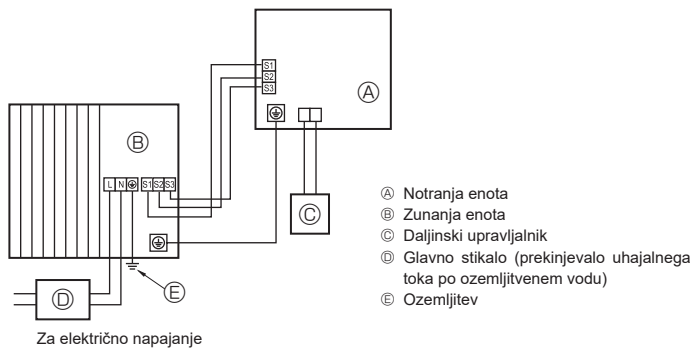
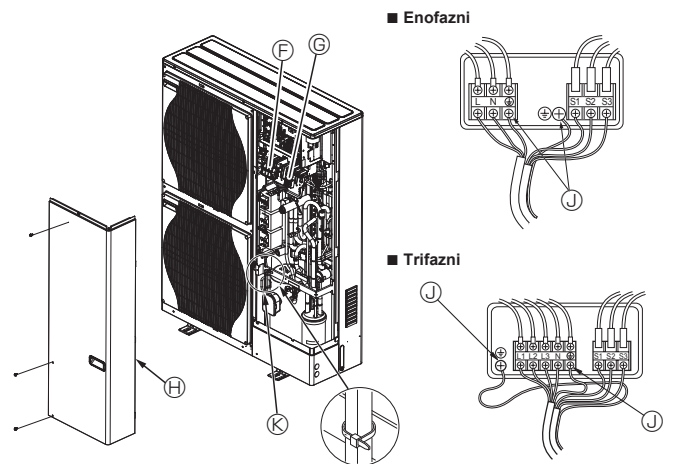

Fig. 5-1
Fig. 5-2
### 5.1. Zunanja enota (Fig. 5-1, Fig. 5-2)
- ① Odstranite servisno ploščo.
- ② Povežite kable, kot je prikazano na slikah Fig. 5-1 in Fig. 5-2.